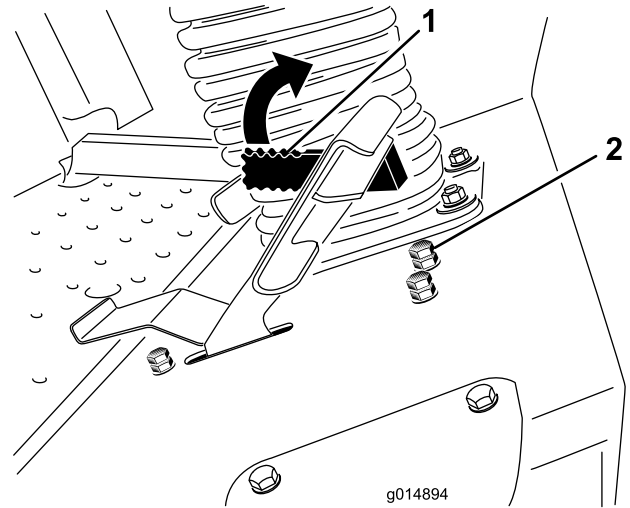

Figura 52
La palanca del limitador de velocidad (Figura 52) puede moverse hacia adelante para limitar la velocidad de tracción durante el uso.
3. Afloje la contratuerca del perno de tope del limitador de velocidad (Figura 52).